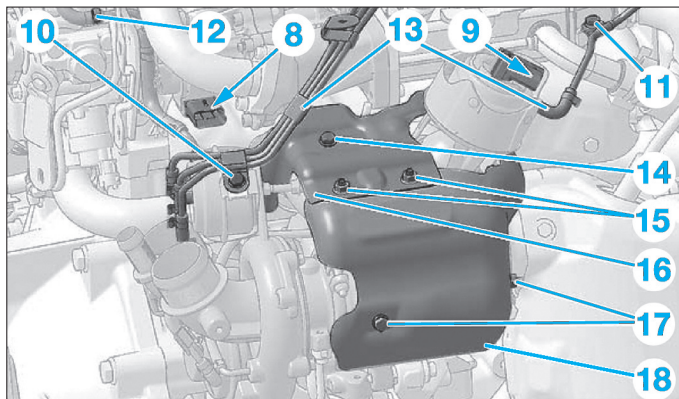

Fig. 50
- Débrancher les connecteurs (8) et (9) (Fig.50).
- Déposer les vis (10) et (11).
- Dégrafer le collier (12).
- Déposer les 4 tuyaux de dépression (13) des vannes de commande du biturbocompresseur en ayant au préalable repéré leurs montages.
- Déposer les écrans thermique (16) et (18) (Fig.50).